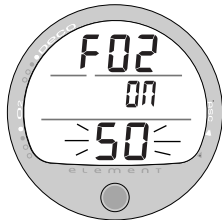

Abb. 23 - FO2-GRUNDEINSTELLUNG EINSTELLEN
- Nach dem Einstellen und Akzeptieren der PO2-Alarmeinstellung erscheint das Display FO2-Grundeinstellung 50% einstellen mit der blinkenden Einstellung (Abb. 23).